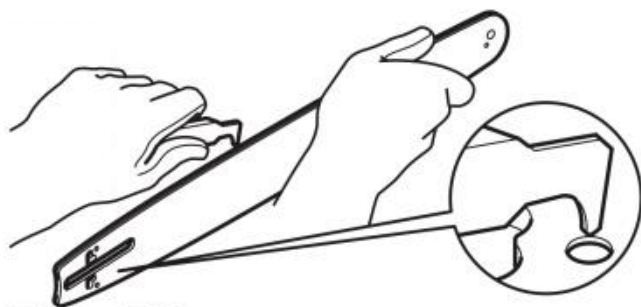

Fig. 71
4. Eliminare i residui dalle guide sulla barra di guida (C13) utilizzando un cacciavite, una spatola, una spazzola metallica o un altro strumento simile. Ciò manterrà aperti i passaggi dell'olio per fornire una lubrificazione adeguata alla barra di guida (C13) e alla catena della sega (C12) (Fig. 71).